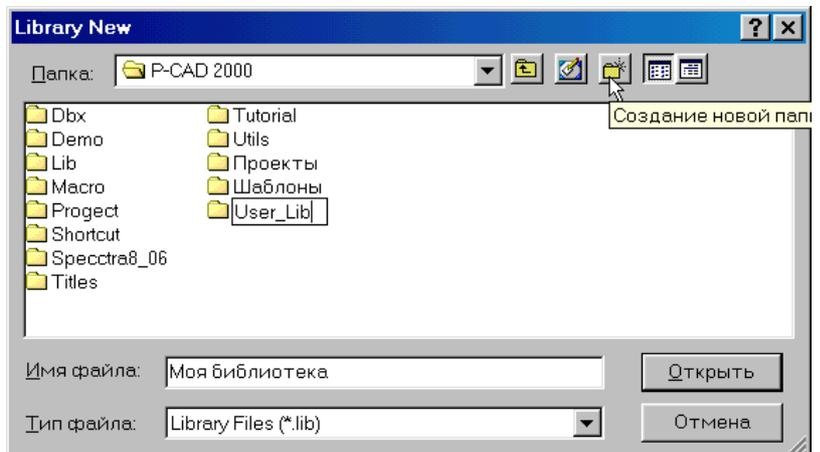

Рис. 5-2. Создание новой библиотеки.
- 2) В меню **Library** (библиотеки) выберите команду **New** (новая). Появится панель **Library New** (см. рис. 5-2).